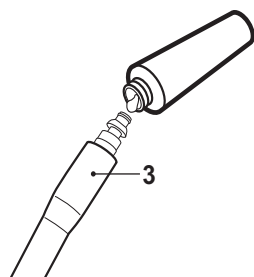

Fig. 23
Aplicați un strop de lubrifianț pe Inelul de etanșeizare la racordul furtunului cu presiune (3) (Fig. 23).